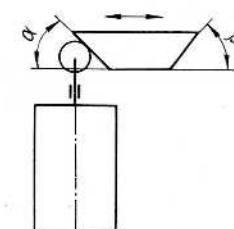

Рис. 2.
4. Выключатели с приводом толкателем с роликом (рис. 2) предназначены для работы с проходным реверсивным, нереверсивным и непроходным упорами, но могут работать и с толкающим упором. Угол набегания упора α и угол сбегания β составляет не более 40° при скорости движения упора до 0,25 м/с и не более 20° при скорости выше 0,25 м/с.